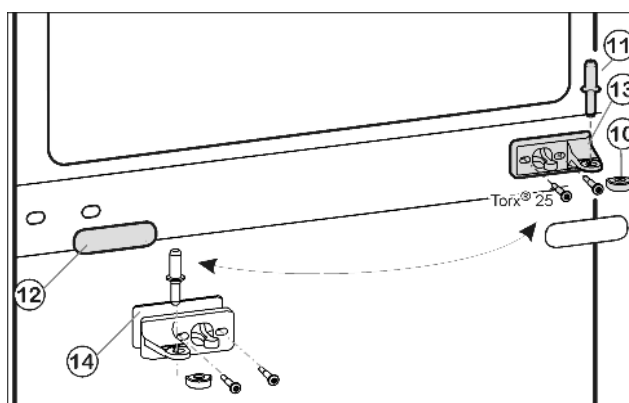
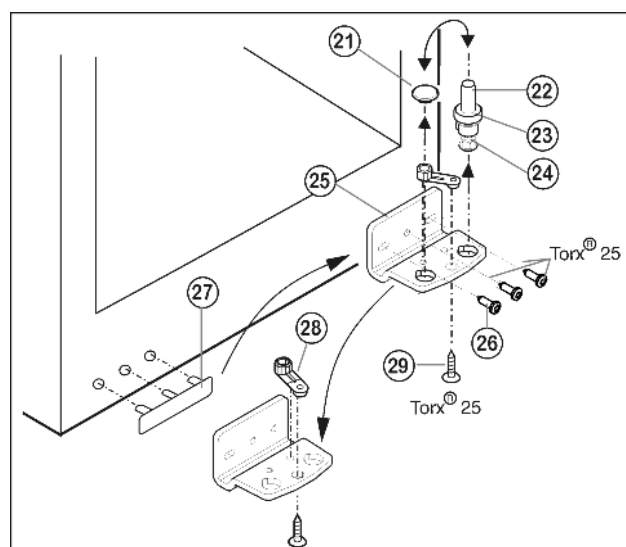

Fig. 8
Fig. 9
- ▶ Træk lejebolten i midten Fig. 8 (11) ud af lejekonsollen og den nederste dør.
- ▶ Træk plasthætten Fig. 8 (10) af.
- ▶ Skru lejekonsollen i midten Fig. 8 (13) af (2 gange Torx® 25).
- ▶ Tag afdækningsblænden Fig. 8 (12) forsigtigt af.
- ▶ Lejekonsol midte Fig. 8 (13) med underlag Fig. 8 (14) drejes 180° og skrues så fast (med 4 Nm) på den nye hængsel-side.
- ▶ Lad afdækningsblænden Fig. 8 (12) gå i hak igen på den nye håndtagsside.
- ▶ Lejebolten Fig. 9 (22) trækkes ud opadtil komplet med plade Fig. 9 (23) og skruefod Fig. 9 (24).
- ▶ Løft proppen Fig. 9 (21).
- ▶ Lejekonsollen Fig. 9 (25) skrues af Fig. 9 (26).
- ▶ Lejedelen Fig. 9 (28) skrues af Fig. 9 (29) og sættes i det overfor liggende hul i lejekonsollen, skru så fast igen.
- ▶ Løft afdækningen på håndtagssiden *Fig. 9 (27)* forsigtigt af og flyt den til den modsatte side.
- ▶ Lejekonsollen *Fig. 9 (25)* skrues fast igen på den nye hængselside om nødvendigt ved hjælp af en akkuskrue-trækker (med 4 Nm).
- ▶ Proppen *Fig. 9 (21)* sættes ind igen i det andet hul.
- ▶ Lejebolten *Fig. 9 (22)* sættes ind igen komplet med plade og skruefod. Vær herved opmærksom på, at tappen peger bagud.
- ▶ Sæt den nederste dør oppefra på lejebolten forned *Fig. 9 (22)*.
- ▶ Sæt igen plasthætten *Fig. 8 (10)* på lejekonsollen i midten *Fig. 8 (13)*.
- ▶ Sæt lejebolten i midten *Fig. 8 (11)* i den nederste dør på den nye hængselside gennem lejekonsollen i midten *Fig. 8 (13)*.
- ▶ Sæt den øverste dør på lejebolten i midten *Fig. 8 (11)*.
- ▶ Justér eventuelt de to døre via de to langhuller i lejekonsollen forned *Fig. 9 (25)* og lejekonsollen i midten *Fig. 8 (13)*, så de flugter med apparatkabinettet. Skru til dette formål den midterste skrue ud i lejekonsollen forned *Fig. 9 (25)*.